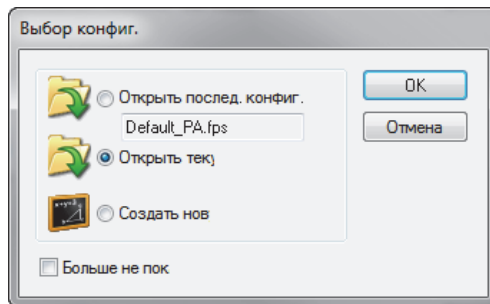

Рис. 1-29 Диалоговое окно Выбор конфигурации
7. В появившемся диалоговом окне **Выбор конфиг.** (Рис. 1-29 на стр. 48) выберите одну из представленных опций и нажмите **ОК**.